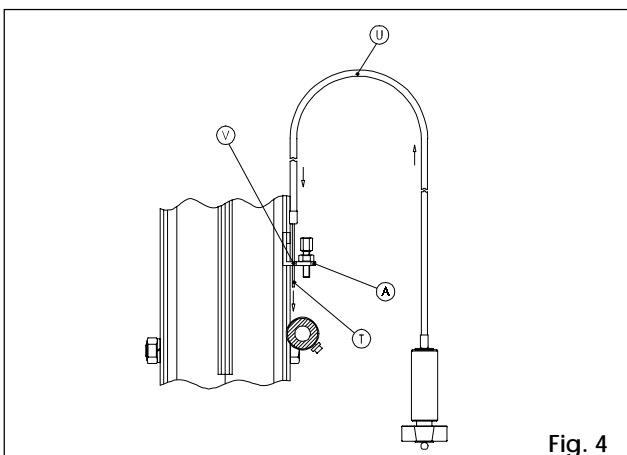

Fig. 4
- 6) Far scorrere tutto il cavo **T** nella guaina **U**; inserire poi il cavo **T** nel foro **senza registro V** della squadretta **A**, come in Fig.4.
- 6) Thread the entire cable **T** into the sheath **U**. Then insert cable **T** into the hole **without adjuster screw V** on bracket **A** as shown in Fig.4.
- 6) Faire passer le câble **T** dans la gaine **U**, puis dans le trou **sans la vis de réglage V** de la patte-équerre **A**, comme indiqué en Fig.4.
- 6) Pasar todo el cable **T** por la vaina **U** y, a continuación, insertarlo en el orificio **sin registro V** de la escuadra **A** (Fig. 4).
- 6) Ganze Kabellänge **T** in Hülle **U** einführen, Kabel **T** dann in die Bohrung **ohne Register V** von Winkel **A** einziehen, s. Abb. 4.